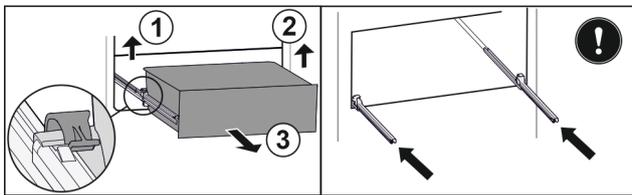

Fig. 96
- ▶ Levante la abrazadera izquierda y tire del cajón izquierdo hacia adelante al mismo tiempo. Fig. 96 (1)
- ▶ Levante la abrazadera derecha y tire del cajón derecho hacia adelante al mismo tiempo. Fig. 96 (2)
- ▶ Extraiga el cajón hacia adelante. Fig. 96 (3)